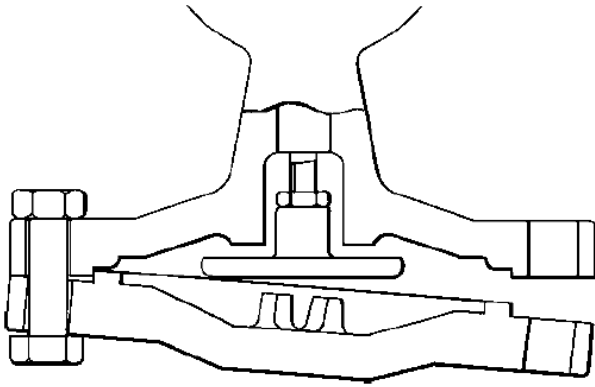

Fig. 5
6. Schuif nu de twee hoofdmembranen samen op hun plaats (Fig. 5)
7. Wanneer de hoofdmembranen goed op hun plaats zitten, duw dan de onderste membraankamer omhoog en bevestig ze met de M12 bouten en moeren (26). Aanspannen tot 95Nm.
8. Span de lange wartelmoer (27) weer stoomdicht aan.